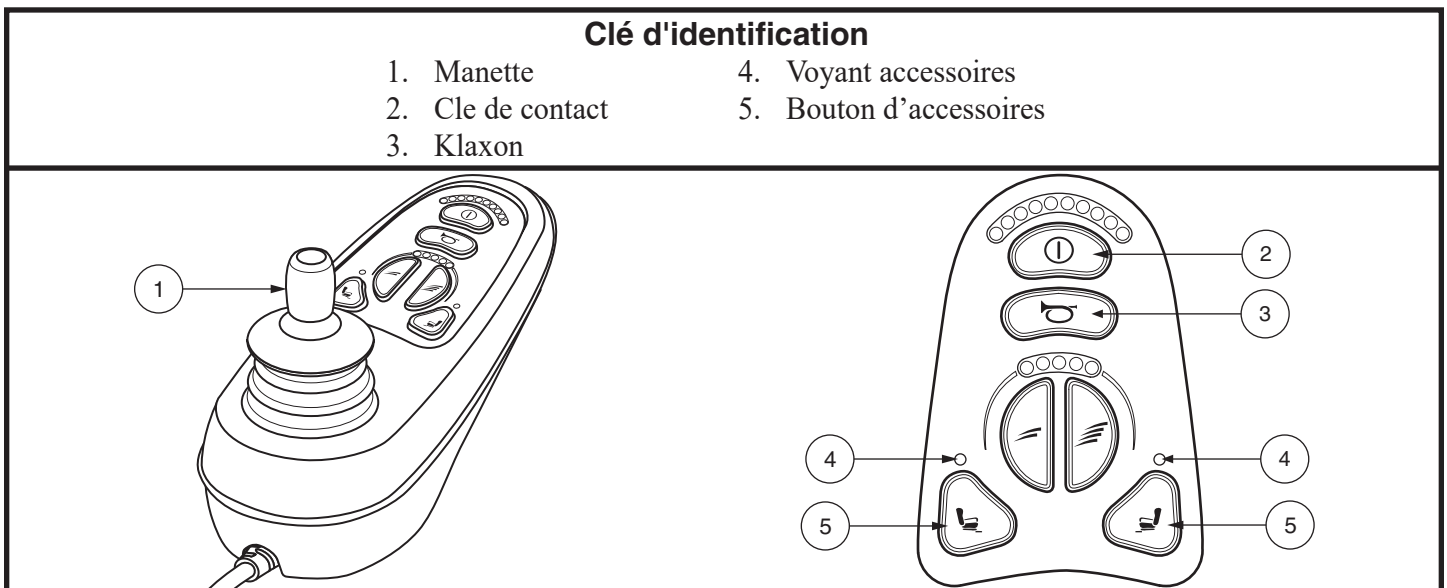

Figure 13. Clavier du contrôleur VR2 (6-boutons)
1. Pesez sur le bouton 'on/off' sur le contrôleur pour allumer le fauteuil. Voir la figure 13.
2. Pesez sur le bouton de l'actionneur désiré pour le sélectionner. Voir la figure 13.
5. Pesez sur le bouton 'on/off' pour retourner en mode de fonctionnement normal. Voir la figure 13.